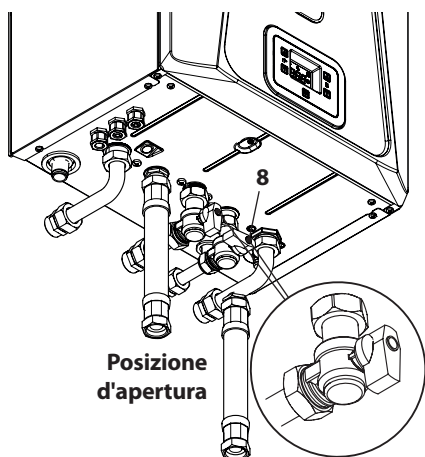

Figura 2.1
- I rubinetti della caldaia e quelli previsti in installazione devono essere aperti (Figura 2.1).
**Il rubinetto di riempimento del circuito riscaldamento (8) deve rimanere chiuso.**